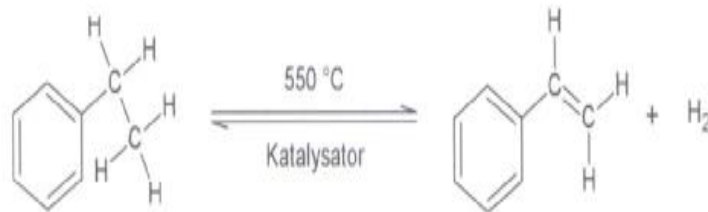

Abb. 1: Katalytische Dehydrierung von Ethylbenzol zu Styrol
- 1 Styrol wird aus Ethylbenzol mithilfe der folgenden Gleichgewichtsreaktion (Abb. 1) in der Gasphase an einem Eisenoxid-Aluminiumoxid-Katalysator in einem chemischen Reaktor gewonnen: